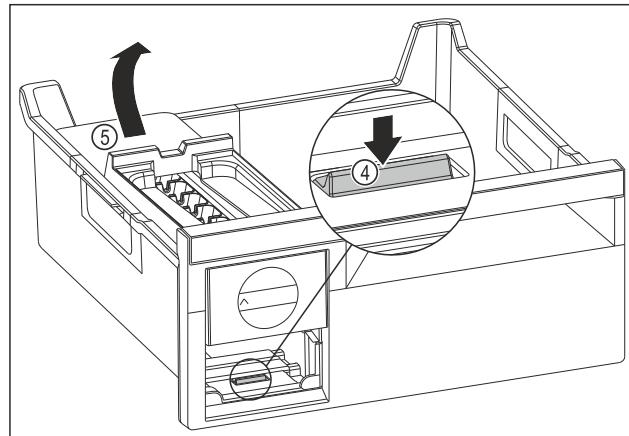

Fig. 117
- Izvadite tijelo sustava EasyTwist-Ice: Pritisnite jezičak Fig. 117 (4) prstom prema dolje i istovremeno drugom rukom podignite tijelo sustava EasyTwist-Ice Fig. 117 (5) straga.